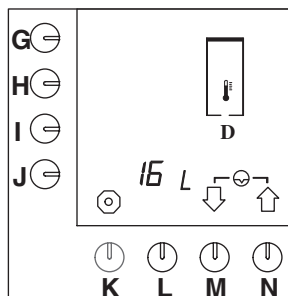

Fig. 17 Dagräkneverk varmvattensystem
– Fig. 17 visas på displayen.
- Håll programmeringstangenten (G.) intryckt tills fig. 17 återvänder på displayen.